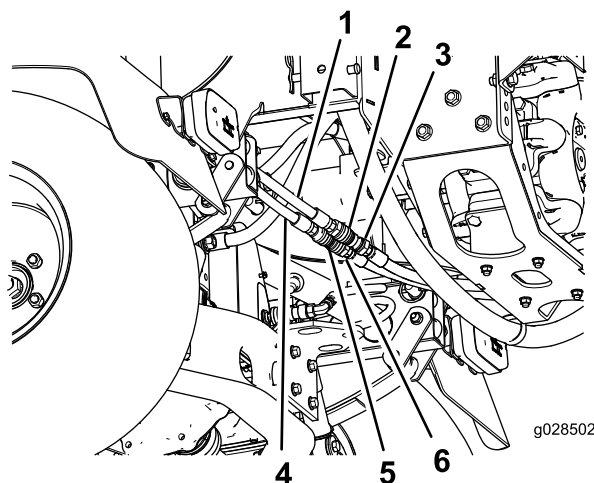

Figura 9
1. Instale um conector rápido fêmea na extremidade macho da mangueira hidráulica a partir da válvula da rampa de elevação (Figura 9).
3. Ligue as mangueiras hidráulicas aos conectores rápidos, conforme indicado em Figura 9.